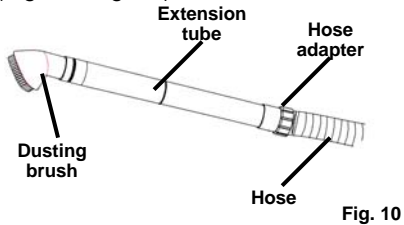
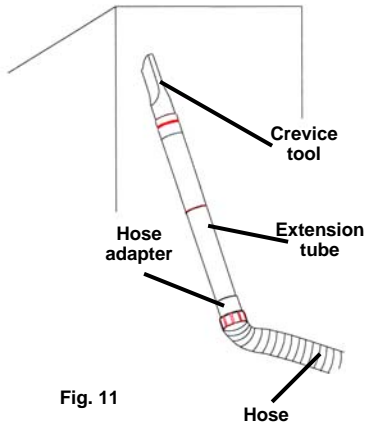

Fig. 10
Fig. 11
- Attach the crevice tool or the dusting brush to the end of the extension tube. (Fig. 10, Fig. 11)
- Attachez le suceur plat ou la brosse à épousseter à l'extrémité de l'extension du tuyau. (Figures 10 et 11)